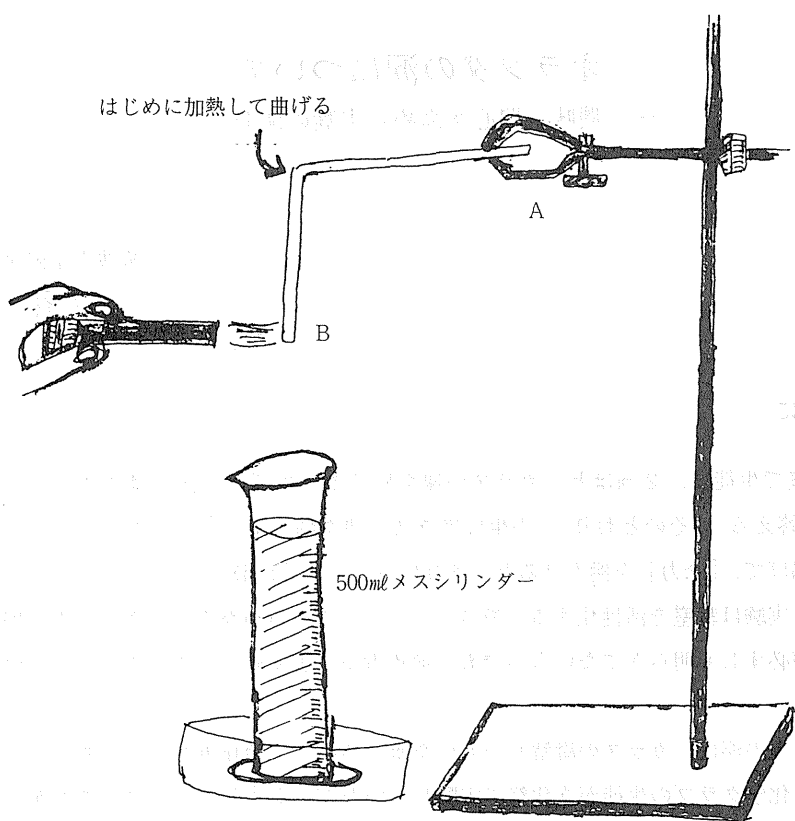

図1 オランダの涙、作り方
- ①直径6 mm、長さ30 cmのガラス棒を用意し、その一端（いまA端とする）をスタンドにはほぼ水平に固定する。（ガラス棒の端をアルミ箔でくるむと固定しやすい）（図1）
- ②ガスバーナーでガラス棒の中央付近を加熱し、B端が自然に真下に曲がるまで加熱を続ける。
- ③曲がったB端のさらに真下に、溶けたガラスを受けるように、底にステンレス金網を張り、また水を入れた500 ml用ビーカーか、500 ml用メスシリンダーを置く。メスシリンダーを用いるときは、メスシリンダーを、少し水の入った水槽に入れ、万一溶融ガラス玉がメスシリンダーからそれでも、安全なようにしておく。）
- ④ガスバーナーの炎を強くし、B端を加熱する。
- ⑤赤く溶融したガラス玉が自然に水に落ちるまで加熱を続ける。
- ⑥水に落ちて割れなかったガラスがオランダの涙である。この涙の糸状の部分を端（尾）から少